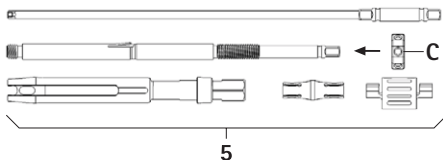

Abb. 10
- Spannmutter **C** auf Innenhülse aufschrauben, siehe Abb. 10.